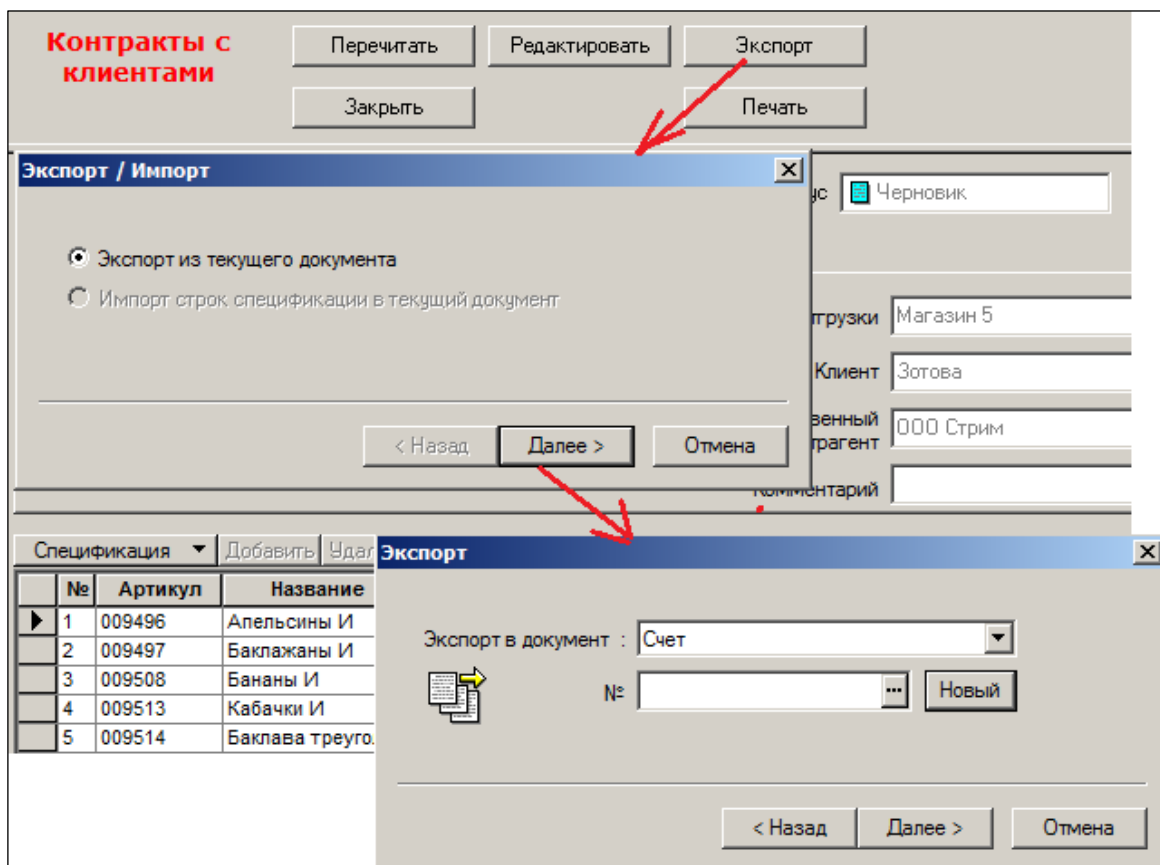

Рисунок 33 – Экспорт контракта с клиентами (1)
2. Выбрать из списка в опции наименование требуемого документа, в том числе **Счёт/Расходная накладная** (Рисунок 33).